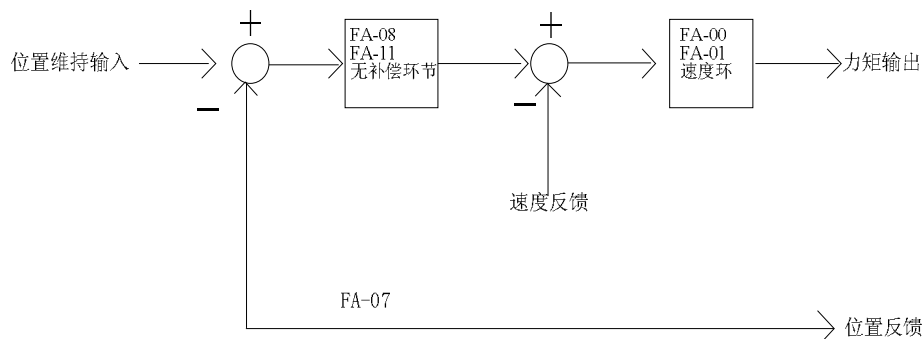

图 6.16: 无负载补偿启动的工作原理示意图
- 1) 工作原理：如图 6.16 所示。在抱闸打开时，通过正余弦 PG 卡反馈的位置信息计算出当前负载情况下维持电机位置恒定电机所需的转矩，迅速的产生相应转矩，使曳引轮产生极小的位移，达到无负载补偿舒适起动的目地。